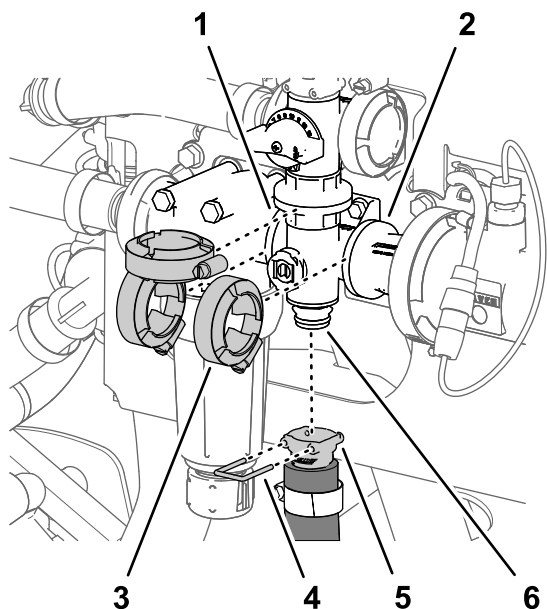

Рисунок 104
1. Снимите штифт быстроразъемного соединения, который крепит быстроразъемный соединитель шланга перемешивания к коллектору клапана перемешивания (Рисунок 104).
- Снимите 3 фланцевых хомута, которые крепят коллектор клапана перемешивания к фланцам головки фильтра линии нагнетания и переходного соединителя (Рисунок 104).